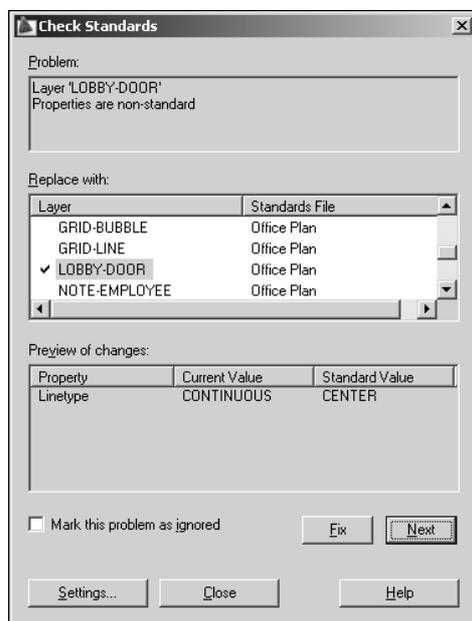

Рис. 6.43. Результаты проверки, выведенные в диалоговом окне Check Standards
7. В диалоговом окне **Check Standards** (Нормоконтроль) в разделе **Problem** (Нарушение) появится сообщение о первом обнаруженном нарушении (рис. 6.43).